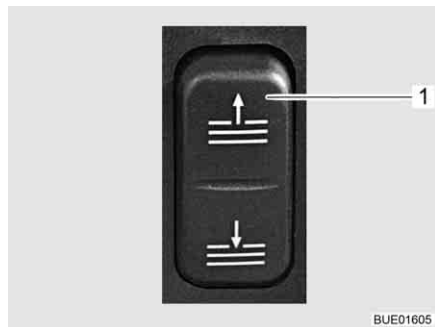

Fig. 34 Interruttore per parasole
- Premere la metà superiore o inferiore dell'interruttore (Fig. 34,1). Finché si tiene premuto l'interruttore, il parasole si sposta verso l'alto o verso il basso.